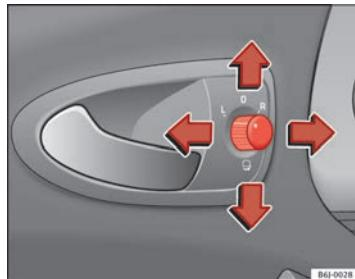

Fig. 68 Mando de los retrovisores exteriores
- En primer lugar, gire el mando  **fig. 68** hasta la posición L (**retrovisor izquierdo**).
- Gire el mando →fig. 68 hasta la posición  para plegar los retrovisores exteriores. Para evitar daños en el vehículo, debería plegar los retrovisores exteriores siempre que utilice un túnel de lavado automático.